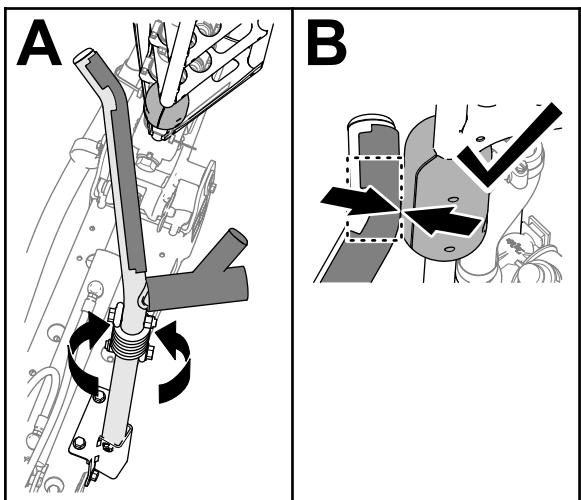

Bild 117
4. Drehen Sie die Gabel, bis die Biegung im Gabelrohr mit dem Schiebeblock am oberen Rohr des äußeren Auslegers übereinstimmt (Bild 117)
Hinweis: Die Schiebeblöcke müssen die Gabel an der Biegung des oberen Gabelrohrs berühren (Bild 117).